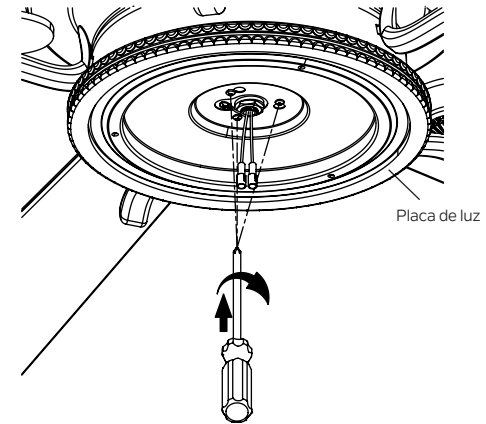

Figura 23
**Paso 2.** Coloque los dos orificios de la ranura en la placa de luz sobre los dos tornillos que aflojó previamente de la placa de montaje. Gire la placa de luz hasta que encaje en su lugar en el extremo estrecho de los orificios de llave. Fije apretando los 2 tornillos previamente aflojados y el que quitó previamente. (Figura 23)